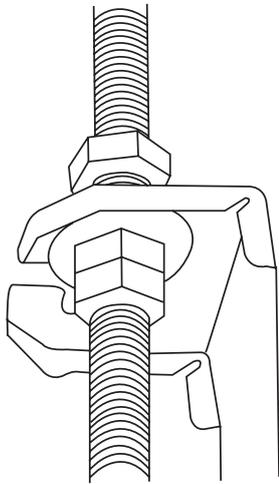

Fig. 4.5
5. Montare l'unità interna. Per sollevare e fissare l'unità occorreranno due persone. Inserire i bulloni di sospensione nei fori di aggancio dell'unità. Fissarli usando le rondelle e i dadi in dotazione (Fig. 4.5).